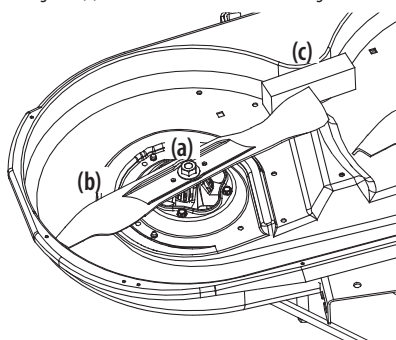

Figure 51
2. Utilisez une clé de 15/16 po pour maintenir l'écrou hexagonal au sommet de l'ensemble de la fusée en desserrant l'écrou hexagonal (a) retenant la lame (b). Vous pouvez placer une cale en bois (c) entre le carter du plateau de coupe et le tranchant de la lame (b) pour aider à débloquer l'écrou hexagonal (a) retenant la lame. Consultez la Figure 51.